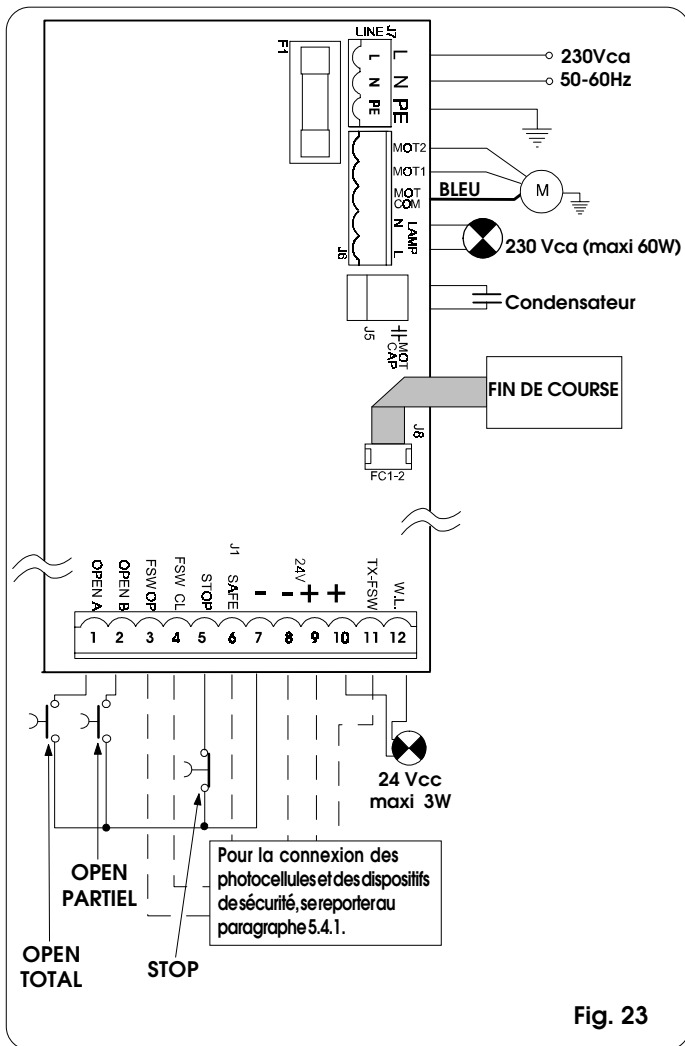

Fig. 23
5.4.2. Bornier J7 - Alimentation (fig. 23)
5.4.3. Bornier J6 - Moteurs et feu clignotant (fig. 23)
5.4.4. Bornier J1 - Accessoires (fig. 23)